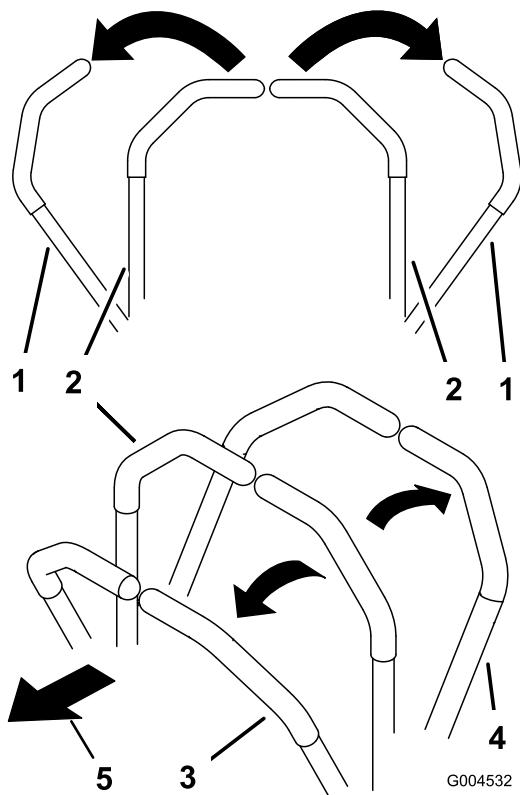

Bild 17
1. Schieben Sie die Fahrtriebshebel (Bild 17) aus der ARRETIERTEN NEUTRAL-Stellung.
3. Drücken Sie die Fahrtriebshebel langsam nach vorne, um vorwärtszufahren (Bild 17).
Wenden Sie denselben Druck auf beide Fahrtriebshebel an, um geradeaus zu fahren (Bild 17).
Bewegen Sie zum Wenden den Fahrtriebshebel in Richtung Neutral in der Richtung, in der Sie wenden möchten (Bild 17).
2. Ziehen Sie zum Rückwärtsfahren die Fahrtriebshebel langsam nach hinten (Bild 17).
Verringern Sie zum Wenden den Druck auf den Fahrtriebshebel in der Richtung, in der Sie wenden möchten (Bild 17).